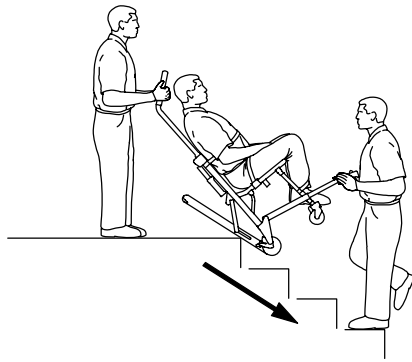

Abbildung 10 – Schiene auf der ersten Stufe
7. Beide Bediener: Den Stuhl gekippt halten und über die Kante der Treppe führen. Das **Stair-TREAD** System in Kontakt mit der ersten Stufe kommen lassen (Abbildung 10).